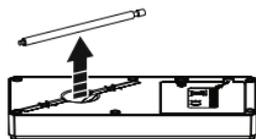

Abb. 4
4. Entnehmen Sie die Antenne (Abb. 4).
4. Remove the antenna as illustrated (fig. 4).